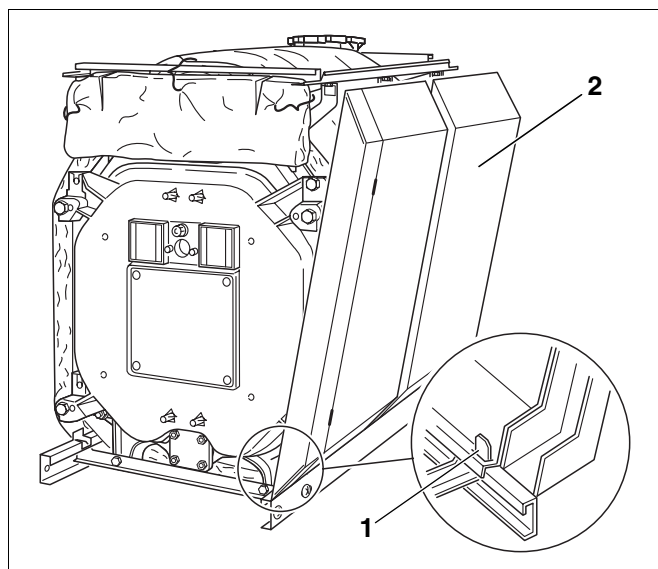

Fig. 50 Montarea elementelor pereților laterali
- Pereții laterali anteriori (fig. 50, **poz. 2**) se agață în stânga și în dreapta jos, de eclisele îndoite în sus din șinele longitudinale ale soclului (fig. 50, **poz. 1**) după care se trec în partea de sus peste profilul șinelor longitudinale.